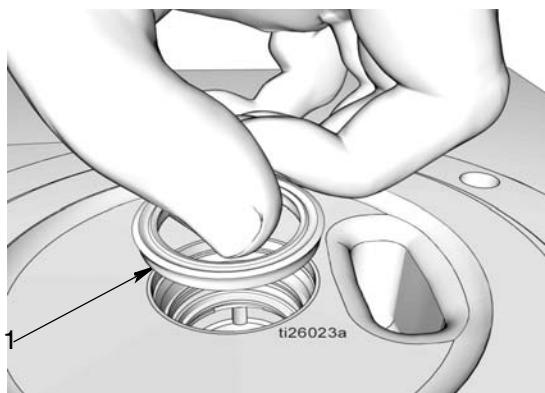

图 36
- h. 安装密封 (11)，唇口向上，如 图 36 所示。